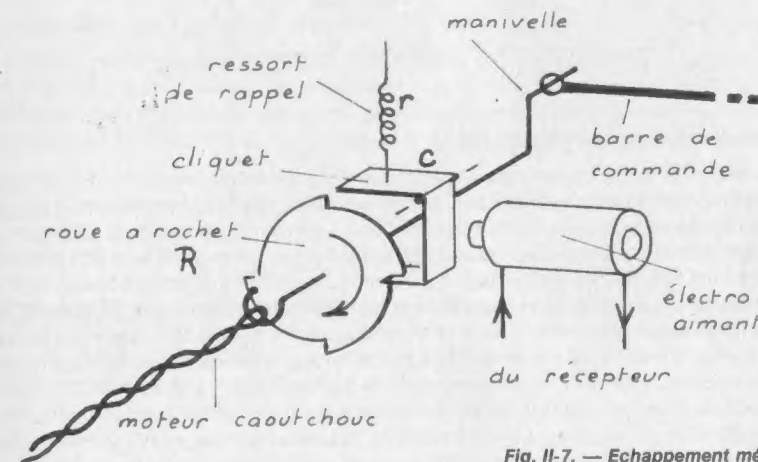

Fig. II-7. — Echappement mécanique.
• Echappement mécanique (Voir fig. II-7).